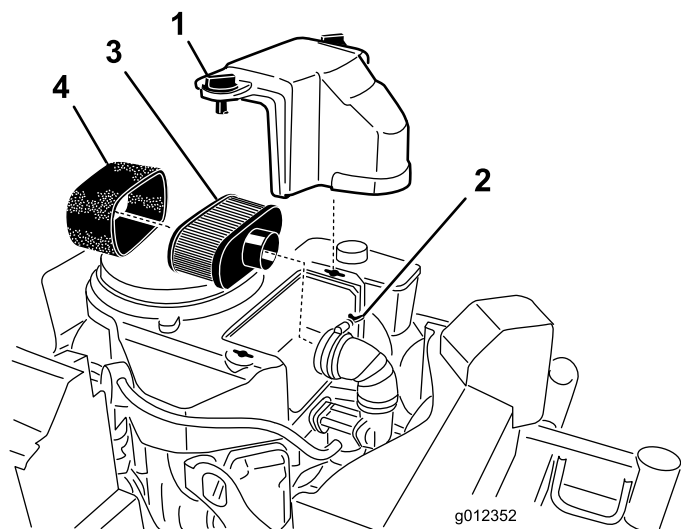

Bild 24
3. Reinigen Sie den Bereich um den Luftfilter herum, um zu verhindern, dass Schmutz in den Motor fällt und Schäden verursacht (Bild 24).
4. Schrauben Sie die Handräder los und entfernen Sie die Luftfilterabdeckung (Bild 24).
5. Schrauben Sie die Schlauchklemme los und entfernen Sie die Luftfilterabdeckung (Bild 24).
6. Ziehen Sie den Schaumeinsatz vorsichtig vom Papiereinsatz (Bild 24).
1. Reinigen Sie nicht den Papierfilter. Wechseln Sie es aus (Bild 24).
1. Schieben Sie den Schaumeinsatz vorsichtig auf den Papierluftfiltereinsatz (Bild 24).
2. Schieben Sie den Luftfilter auf das Luftfilterunterteil und befestigen Sie ihn mit den 2 Flügelmutter (Bild 24).
3. Setzen Sie die Abdeckung des Luftfilters auf und ziehen Sie das Abdeckhandrad fest (Bild 24).